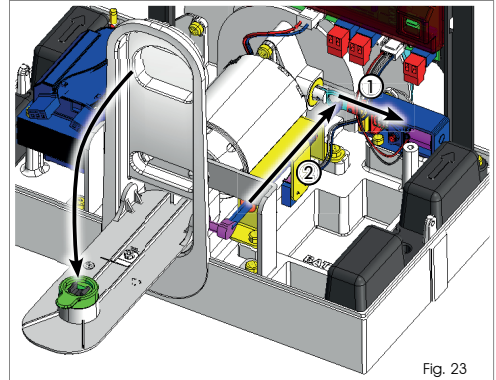

Fig. 23
☞ När man sänker frikopplingsspaken ingriper man både på motorlåset som dras tillbaka (Fig. 23 ref. ①), och på säkerhetsbrytaren som forcerar automatiken till STOP (Fig. 23 ref. ②).